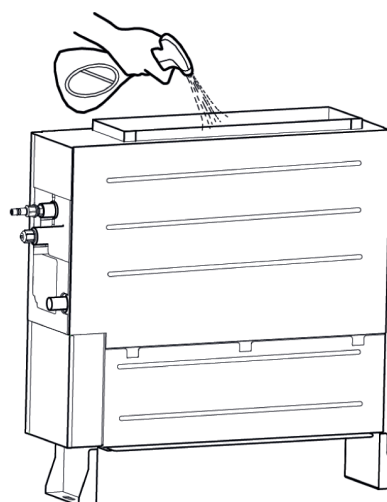

Fig. 4.3.10
- 2) Con il nebulizzatore, spruzzare 1 litro d'acqua sull'evaporatore, come mostrato in Fig. 4.3.10.